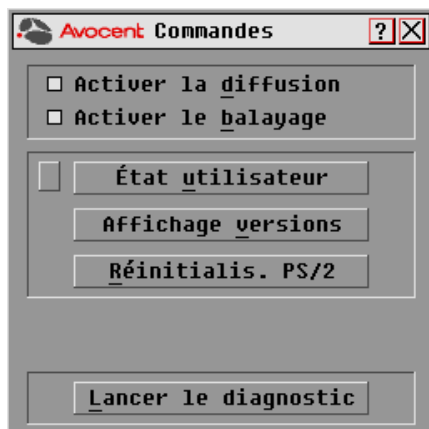

Figure 3.12 : Boîte de dialogue Commandes de l'interface OSCAR
2. Cliquez sur le bouton *Commandes* pour ouvrir la boîte de dialogue Commandes, comme indiqué à la Figure 3.12.
- a. Cliquez sur *Commandes* pour ouvrir la boîte de dialogue Commandes, comme indiqué à la Figure 3.12 à la page 28.